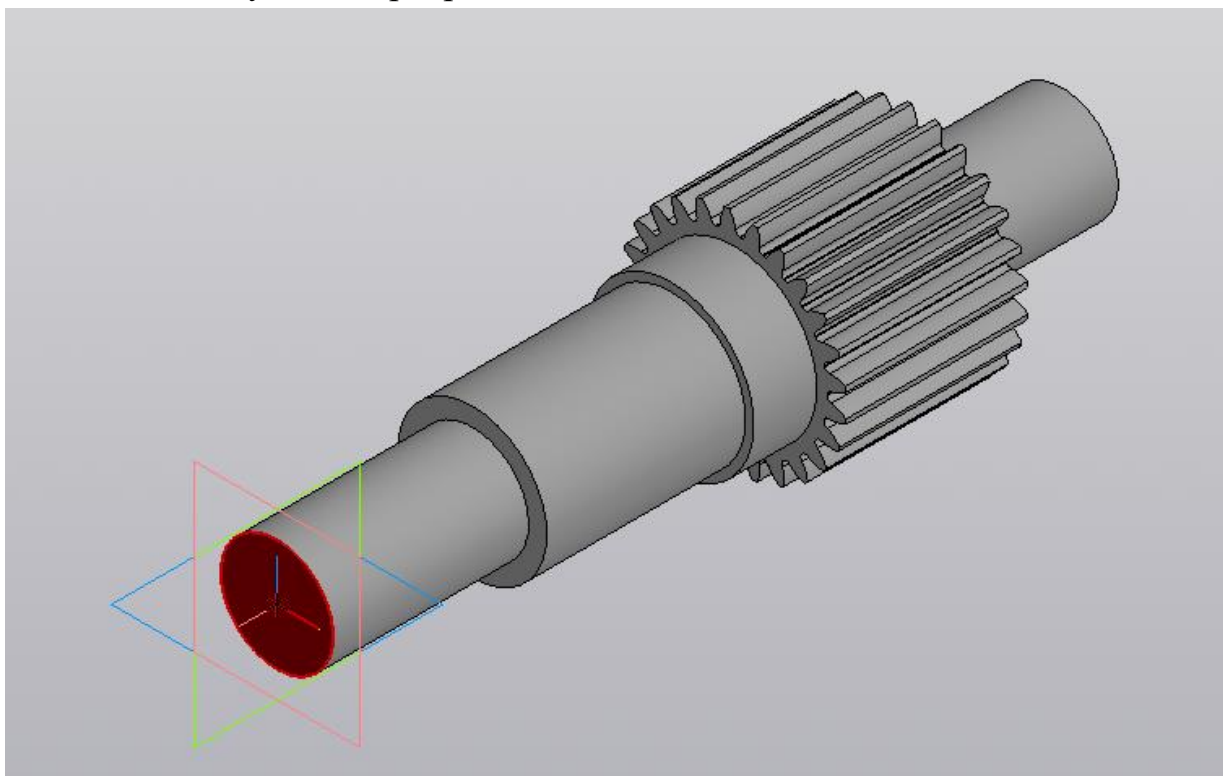

Рисунок 14 - Выбор грани для построения центрального отверстия
• В окне модели укажите нужную грань вала-шестерни (рисунок 14). Слева на панели *Позиционирование* нажмите кнопку *Центр круглого ребра* , а в окне модели укажите ребро.